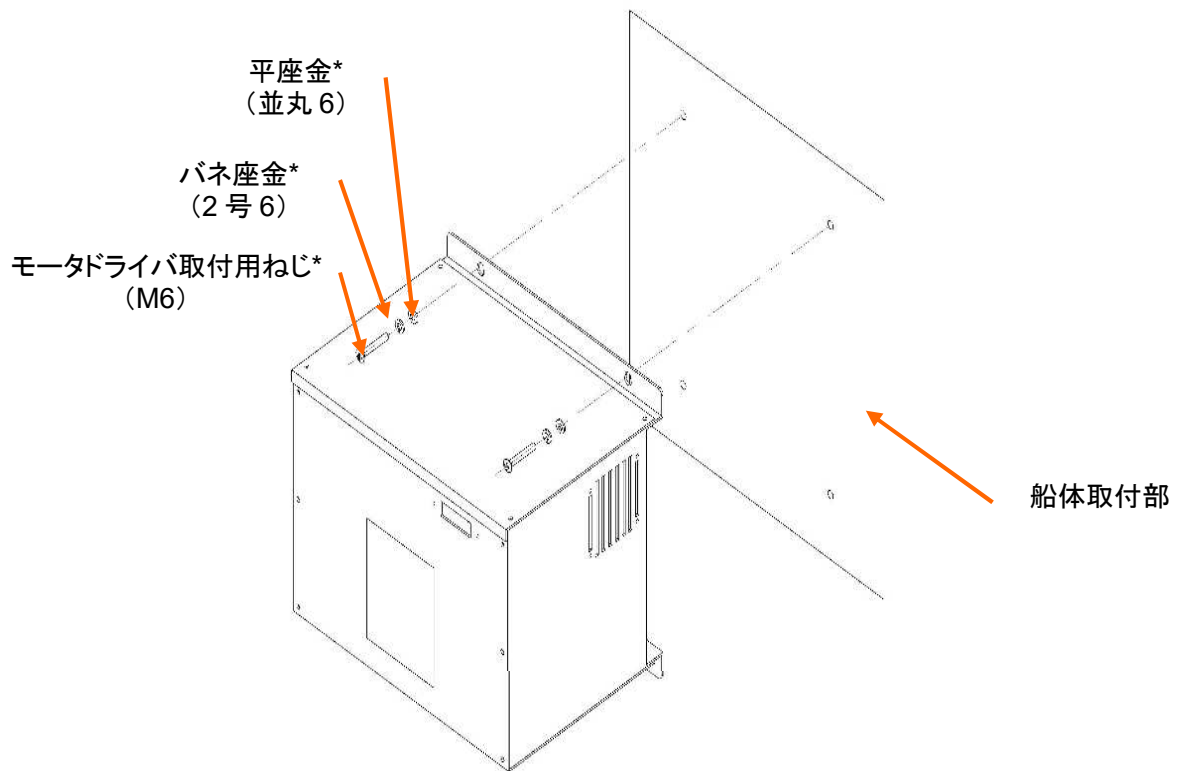

図 4-9 モータドライバ取付手順 2
- ② モータドライバの取付穴にねじ頭を通して引っ掛けるようにして、モータドライバを取付けて下さい。(図 4-9 を参照して下さい。)